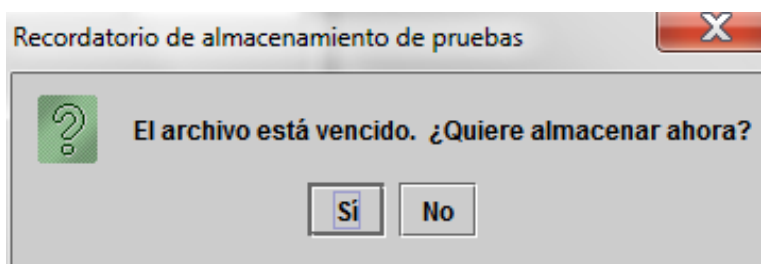

Figura 2-97. Cuadro de diálogo Recordatorio de almacenamiento de pruebas
Si no ha vencido un almacenamiento, o si **no** se ha seleccionado la configuración del almacenamiento en la figura 2-79, la figura 2-97 no se mostrará y puede pasar directamente al Apartado 2.17.1.2.
Si ha caducado un almacenamiento, se mostrará el cuadro de diálogo Recordatorio de almacenamiento de pruebas (consulte la figura 2-97).
- Si no desea realizar el almacenamiento, haga clic en **No** en el cuadro de diálogo Recordatorio de almacenamiento de pruebas (consulte la figura 2-97). Continúe con la secuencia de apagado sin almacenar (consulte el Apartado 2.17.1.2).
- Si desea almacenar, haga clic en **Sí** en el cuadro de diálogo Recordatorio de almacenamiento de pruebas (consulte la figura 2-97) para continuar con la secuencia de apagado con el almacenamiento. Aparece el cuadro de diálogo Seleccionar pruebas para su almacenamiento. Consulte la figura 2-98.